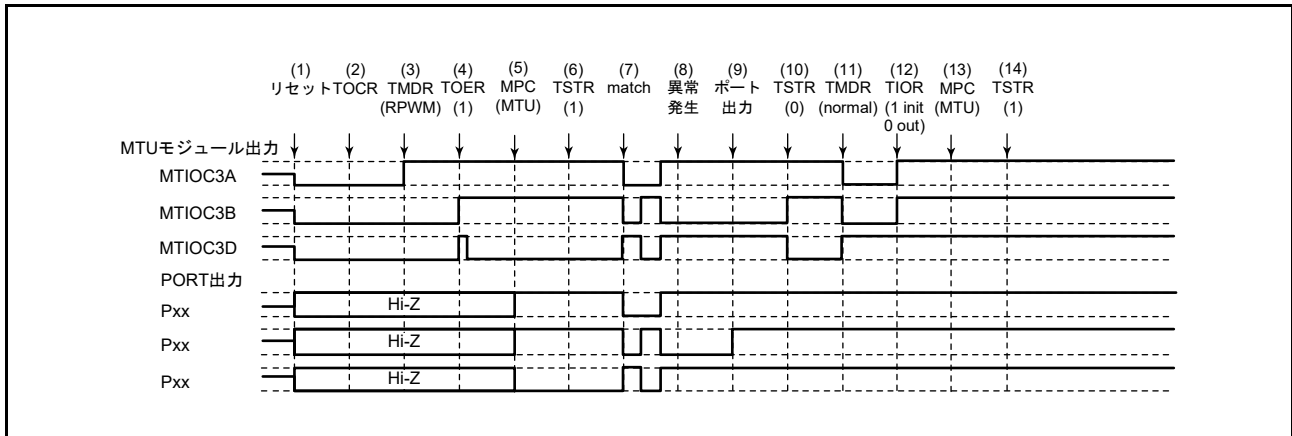

図 19.177 リセット同期 PWM モードで異常が発生し、ノーマルモードで復帰する場合
リセット同期 PWM モードで異常が発生し、再設定後ノーマルモードで再スタートする場合の説明図を図 19.177 に示します。
(1) ~ (10) は図 19.177 と共通です。
(11) PWM モード 1 を設定してください (MTU 出力は正相側が Low、逆相側が High となります)。
(12) TIOR レジスタで端子を初期化してください (PWM モード 1 では MTIOCnB (MTIOCnD) 端子に波形が出力されません。出力すべきレベルがある場合は、I/O ポートのポート方向レジスタ (PDR)、ポート出力データレジスタ (PODR) で汎用出力ポートの設定をしてください)。
(13) MPC と I/O ポートのポートモードレジスタ (PMR) で MTU 出力としてください。
(14) TSTR レジスタで再スタートします。
- (11) TOERA レジスタで MTU3、MTU4 の出力を禁止してください。
- (12) TOCR1A、TOCR2A レジスタで相補 PWM の出力レベルと周期出力の許可禁止を選択してください。
- (13) 相補 PWM を設定します (MTU の周期出力端子は Low になります)。
- (14) TOERA レジスタで MTU3、MTU4 の出力を許可してください。
- (15) MPC と I/O ポートのポートモードレジスタ (PMR) で MTU 出力としてください。
- (16) TSTRA レジスタで再スタートします。
(11) MPC と I/O ポートのポートモードレジスタ (PMR) で MTU 出力としてください。
(12) TSTRA レジスタで再スタートします。
(13) コンペアマッチの発生によりリセット同期 PWM 波形を出力します。